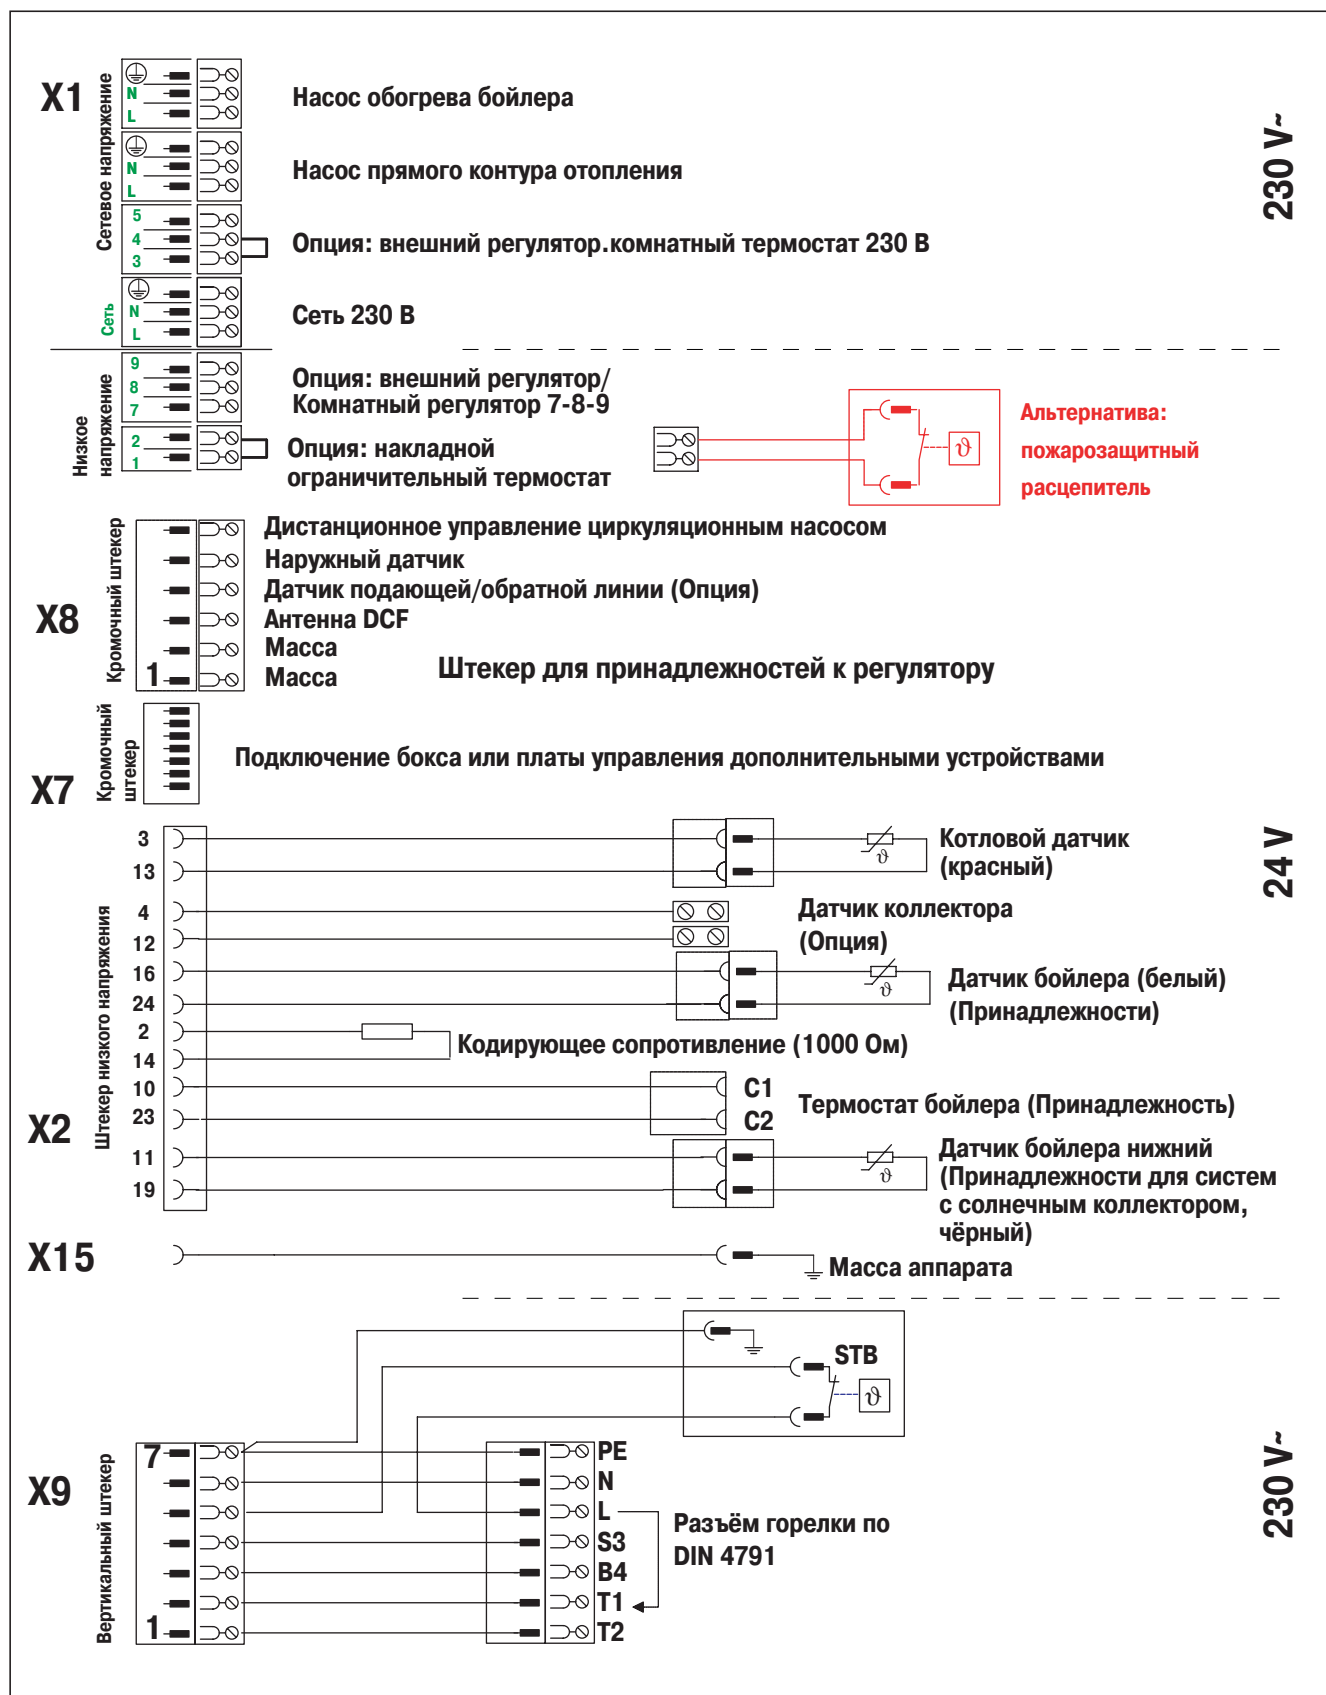

Рис. 4.5 Электрические подключения в iroVIT
Сетевой кабель и другие кабели (напр. насосов) прокладываются каждый к своему штекеру системы Pro E. (см. рис. 4.5)
- Подключите сетевой кабель к соответствующему штекеру. (См. рис. 4.5)